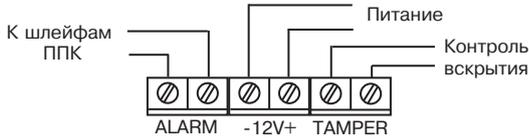

Рисунок 3
- Подключите провода согласно рис. 3.